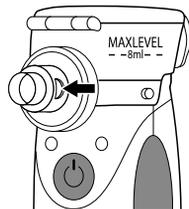

Рис.9
**Внимание!** Во время ингаляции не закрывайте отверстия (рис.9). Это снизит эффективность работы прибора.